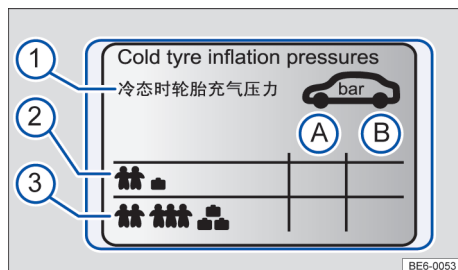

图 150 胎压标牌上的符号
标签上的数据 → 图 150：
- 应根据负载状况调整轮胎压力 → 图 150。